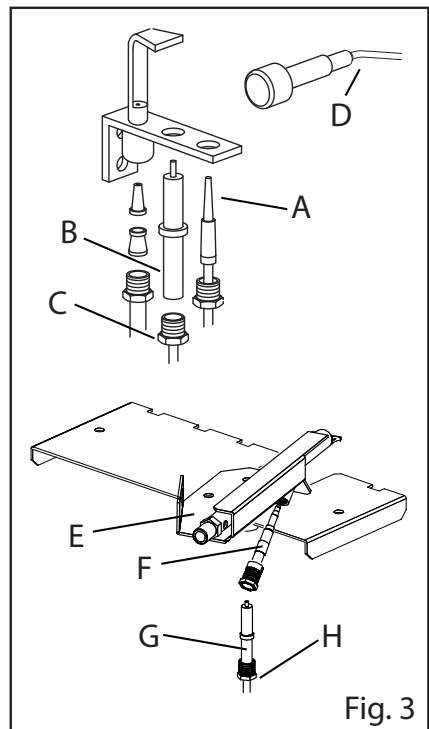

Fig. 3
- Die Einspritzdüse abschrauben (Abb. 3)
- Den Körper des Zündbrenners abschrauben (nur bei den Modellen 980 - Abb. 3/E)
- Das Thermoelement vom Zündbrenner abschrauben (Abb. 3/A bei 700 - Abb. 3/F bei 980).
Den Körper des Zündbrenners abschrauben (nur bei den Modellen 980 - Abb. 3/E)
- Das Hochspannungskabel von der Zündkerze trennen (Abb. 3/B bei 700 - Abb. 3/G bei 980)
- Die Mutter lösen (Abb. 3/C bei 700 - Abb. 3/H bei 980)
- Das Hochspannungskabel wieder anschließen (Abb. 3/B bei 700 - Abb. 3/G bei 980)
- Das Kabel von der Piezozündung trennen (Abb. 3/D)